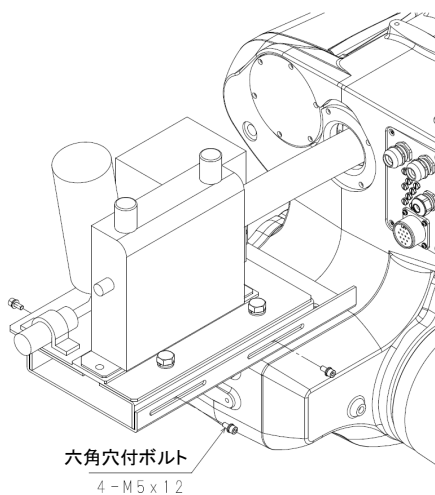

図 1.6 固定ブラケットの取り付け(手順 3)
3. 図1.6を参考に固定ブラケットAと固定ブラケットBを4本の六角穴付ボルト(M5×12)にて仮止めします。(一線式パワーケーブルの張り調整を行うため仮止めにしておきます。)